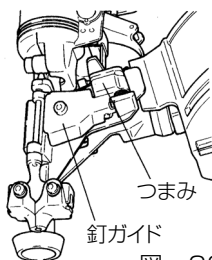

図 22
- つまみの摺動部はときどき掃除し、付属の油を注油してください。(図 22)